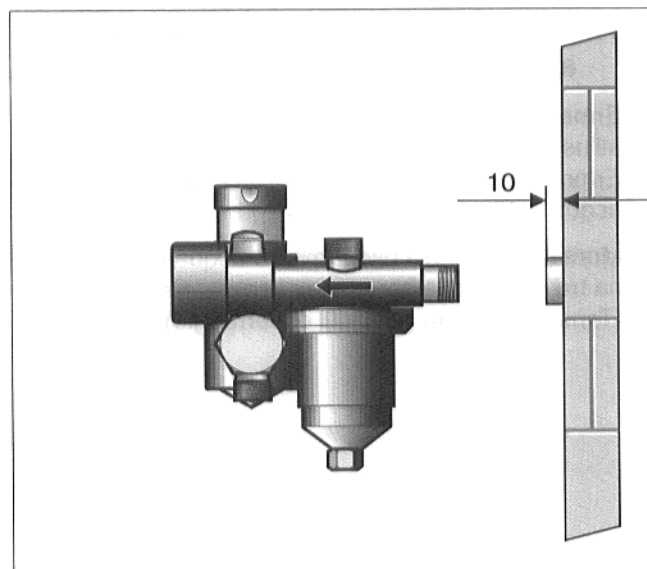

Fig. 9: gruppo di sicurezza
- Collegare il gruppo di sicurezza con il nipplo a vite. Tenere presente la guarnizione e la direzione del flusso (la freccia indica la direzione del flusso)! (Fig. 9).